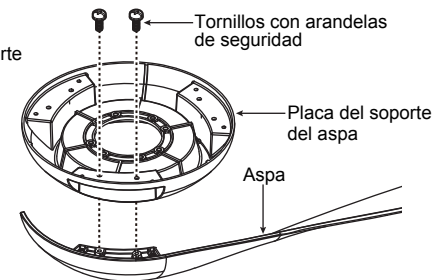

Fig. 17
**Paso 2.** Acople un aspa al soporte del aspa utilizando los dos tornillos con las arandelas de seguridad proporcionados. (Fig. 17)